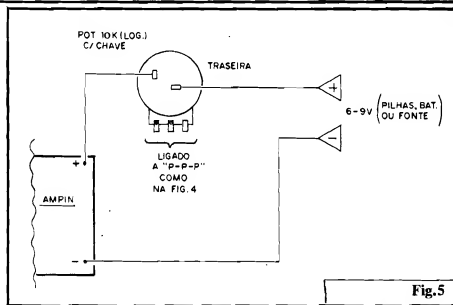

Fig.5
- FIG. 5 - UTILIZAÇÃO DO POTENCIÔMETRO, PARA "LIGAR-DESLIGAR" DA ALIMENTAÇÃO - Normalmente, no ramo positivo da linha de alimentação do circuito, insere-se um interruptor simples, que permita ligar-desligar o circuito quando se desejar... Entretanto, quem quiser simplificar os controles, poderá - simplesmente - usar como controle de volume um potenciômetro do tipo com chave... Fazendo-se as conexões conforme ilustra a figura, o mesmo "botão" usado para ajustar o volume funcionará, nos "primeiros instantes do seu giro", como chave interruptora geral da alimentação, tornando eventualmente mais confortável a utilização do AMPLIFINHO (e até, em